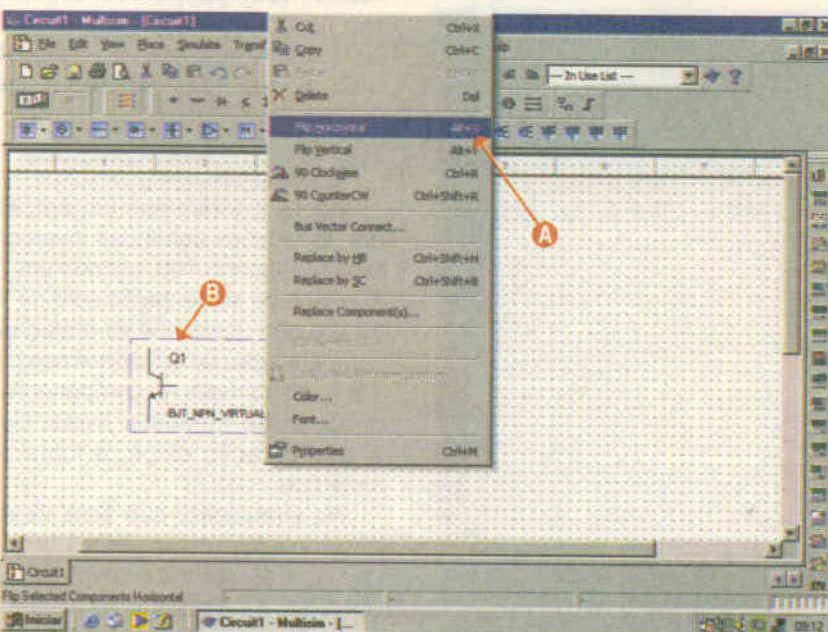

Figura 2 - Girando o componente
A função girar ou transpor (*flip*) pode ser utilizada para posicionar de modo apropriado o componente na área de trabalho, conforme observamos na **figura 2** em (A) em que fazemos a transposição do transistor em relação à figura anterior, veja a mesma figura em (B).